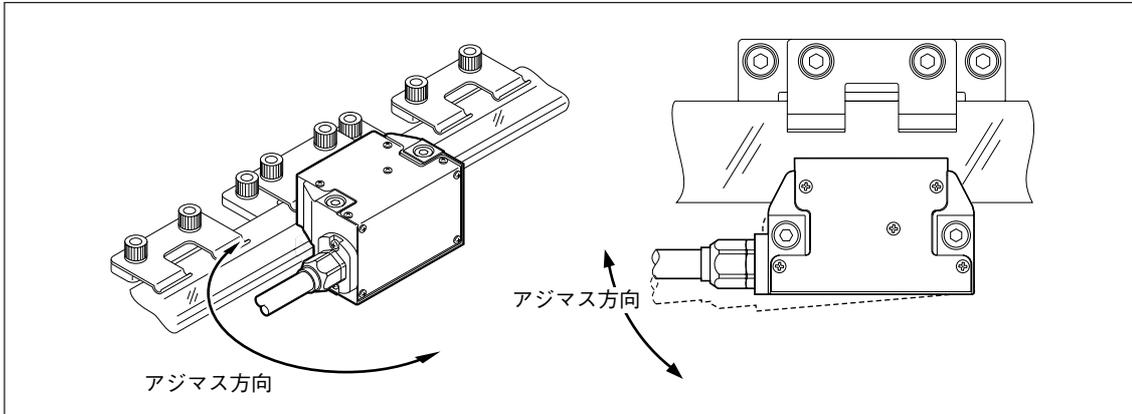

図3-18
- 2 検出ヘッドを図3-18のように回転させ、リサージュの振幅が最大となる場所をみつめます。